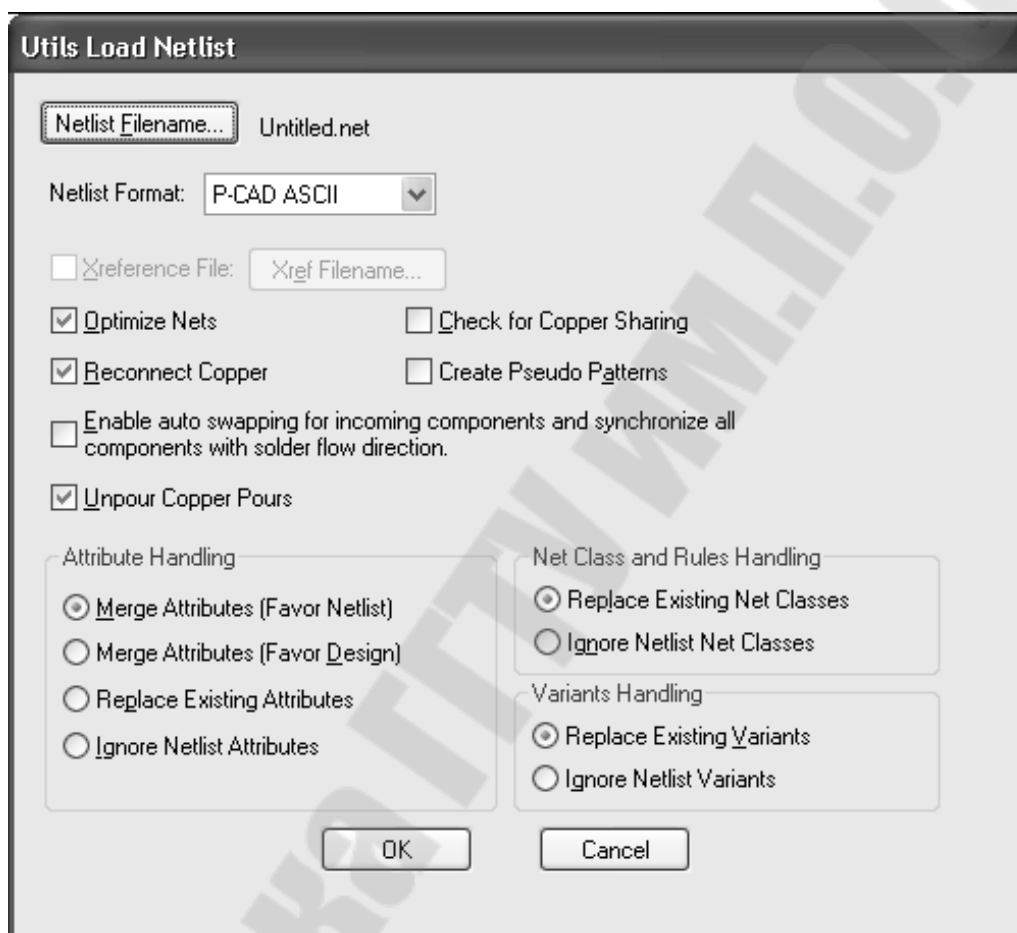

Рис.5.1. Загрузка списка соединений в топологию
- 5) Загрузить список РЭК и электрических связей в топологию командой Utils/Load Netlist (рис.5.1.). В окне команды Load Netlist необходимо выбрать свой файл списка соединений, установив формат P-CAD ASCII. Для загрузки файла списка соединений необходимо воспользоваться заранее созданным файлом в программе Schematic(см лаб. работу №4). Все флажки рекомендуется отключить. Все РЭК размещаются над конструктивом ПП, и если конструктив находится вверху рабочего пространства, то появится сообщение об ошибке. В этом случае нужно либо сместить конструктив вниз, либо увеличить размер рабочего пространства (Workspace Size) с помощью команды Options/Configure.